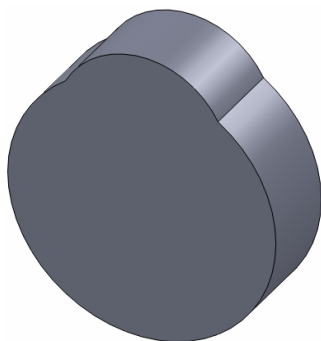

图 15-32 创建拉伸凸台特征
(3) 退出草图绘制环境, 弹出【凸台-拉伸】属性管理器, 设置【深度】为 9, 单击【确定】按钮, 即可创建拉伸凸台特征, 如图 15-32 所示。